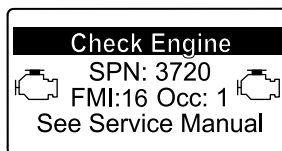

Figura 51
- Avvertenza motore SPN 3720, FMI 16 (Figura 51)